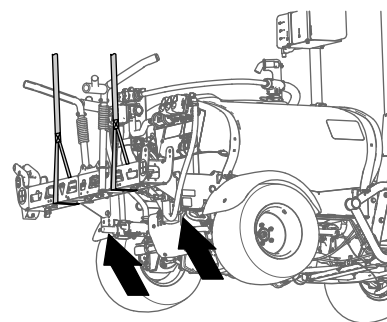

Figura 45
2. Suporte a secção de pulverização central com o equipamento de elevação com a capacidade especificada (Figura 45).